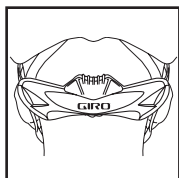
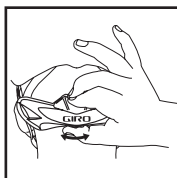

Figura 6
Figura 7
- El Acu Dial permite hacer ajustes de tensión en la cabeza. Oprima el botón que se encuentra arriba del Acu Dial (Figura 6) y gire el disco con el pulgar, a la derecha para apretar y a la izquierda para aflojar (Figura 7), hasta que encuentre la posición en que se sienta más cómodo. El casco debe quedar ceñido, pero no tan apretado que resulte incómodo. Por seguridad, recomendamos que NO ajuste el Acu Dial mientras practica su deporte.
Para volver a colocarlas, introduzca el vástago al centro de la orejera en la base del broche (Figura 7) a un lado del casco. Después de asegurar el vástago a presión, puede oprimir los otros dos vástagos. Asegúrese de que todos los vástagos queden firmemente sujetos. Repita el proceso con la otra orejera.